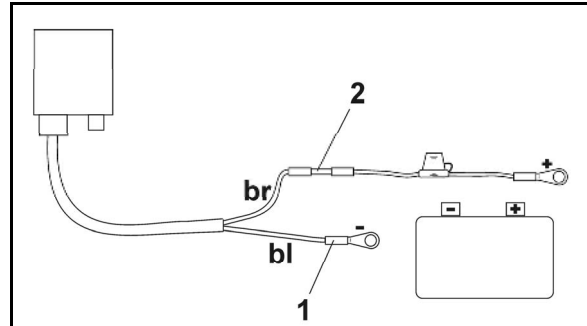

Fig. 18
2. Trekk ut de to svingboltene (Fig. 18/1).
5. Sett inn den blå kablederen (jord) i ringtungen (Fig. 18/1).
7. Sett inn den brune kablederen (+ 12 volt) i en ledig ende av buttskjøten (Fig. 18/2).
9. Krymp buttskjøten (Fig. 18/2) med en varmekilde (brenner eller varmluftpistol) inntil limet kommer ut.